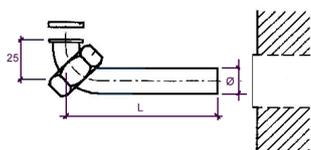

Figura 2-1
- kit tronchetti di rame (vedi Figura 2-1);